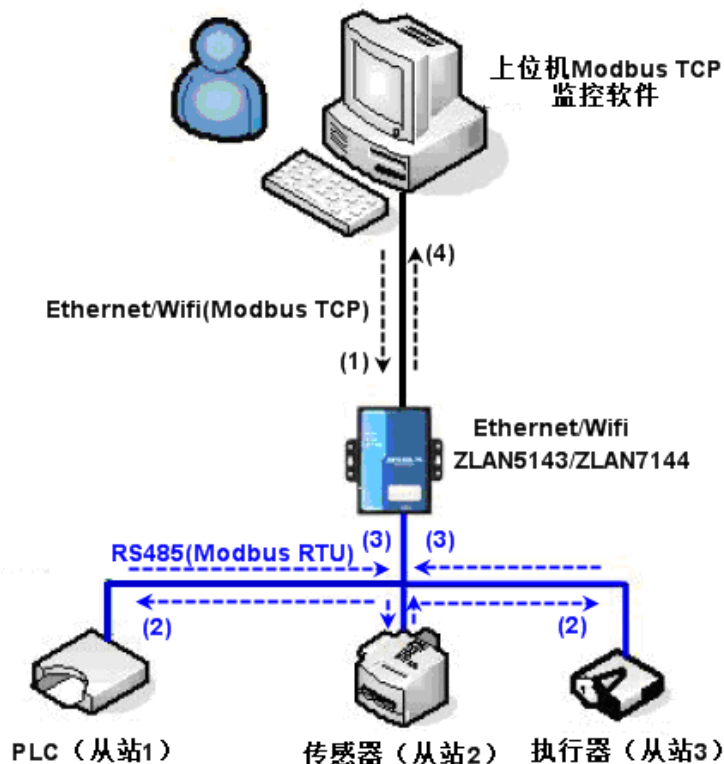

图 41 存储型 Modbus 网关工作方式
如图 41 所示：普通的 Modbus TCP 数据流方向为 (1) \rightarrow (2) \rightarrow (3) \rightarrow (4)。即先将 Modbus TCP 指令转化为 Modbus RTU 的对应指令，然后设备应答 Modbus RTU 指令给 Modbus 网关，然后 Modbus 网关再次转化为 Modbus TCP 发送给监控上位机。